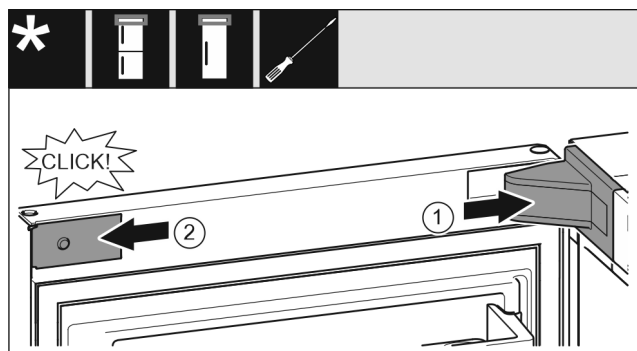

Fig. 19
- ▶ 放上并插入托架盖，如有必要小心地按压分开。 Fig. 19 (1)
- ▶ 将隔板放置到侧面并插入。 Fig. 19 (2)